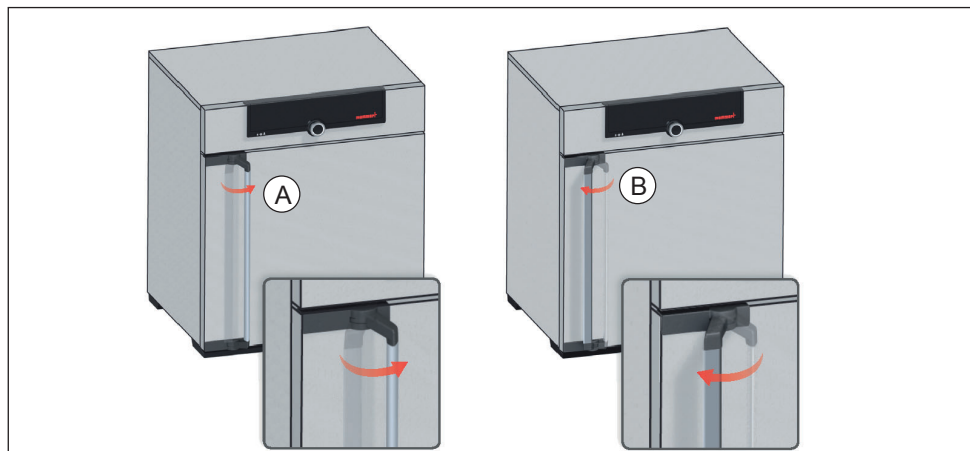

Abb. 15 Tür öffnen und schließen
- Zum Öffnen der Tür Türgriff zur Seite ziehen (je nach Türvariante links oder rechts, Abb. 15, A) und Tür ganz aufmachen.
- Zum Schließen Tür zudrücken und Türgriff zur Seite drücken (B).